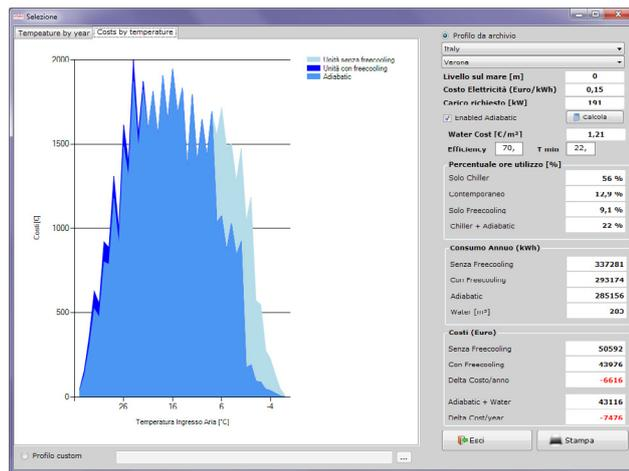

Fig.4 - Simulazione Annuale - Costo / Temperatura
- Grafico costo/temperatura (Fig.4):